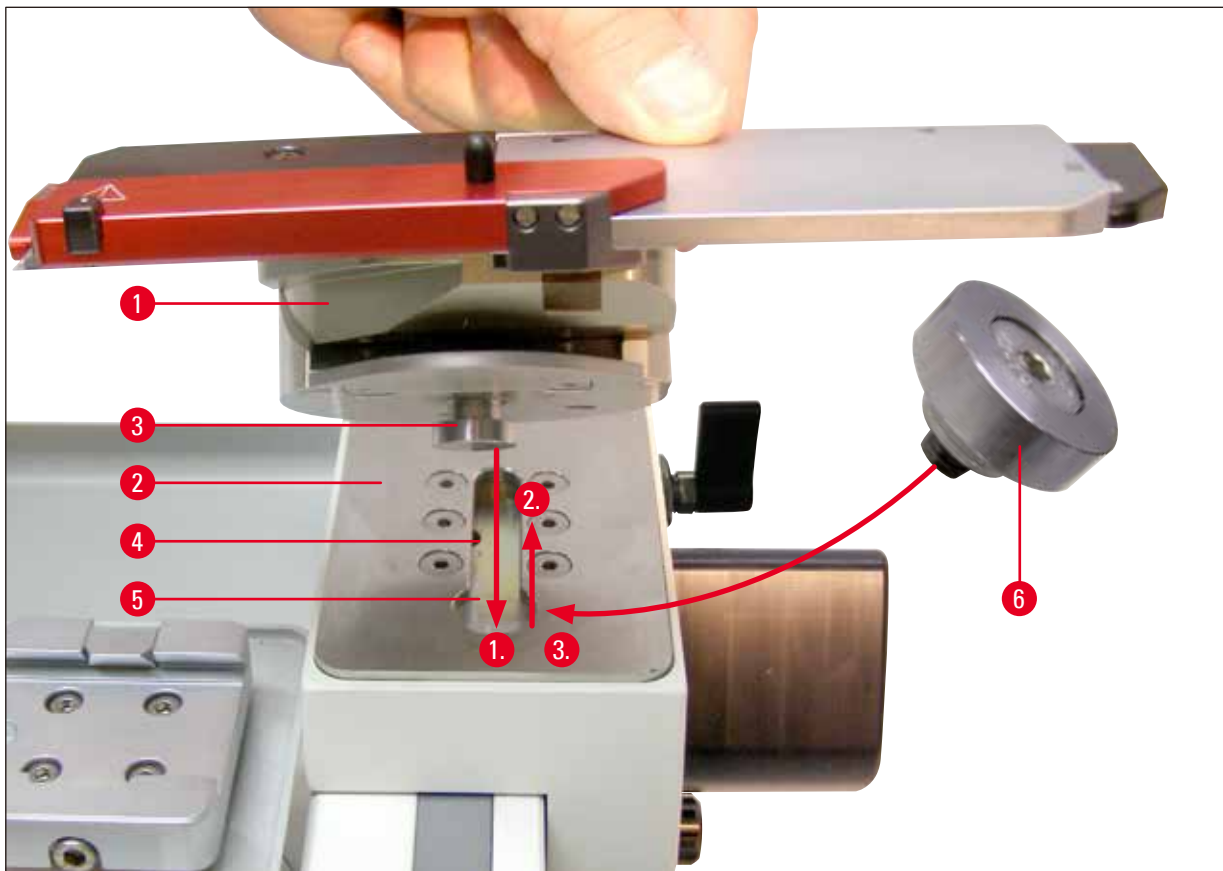
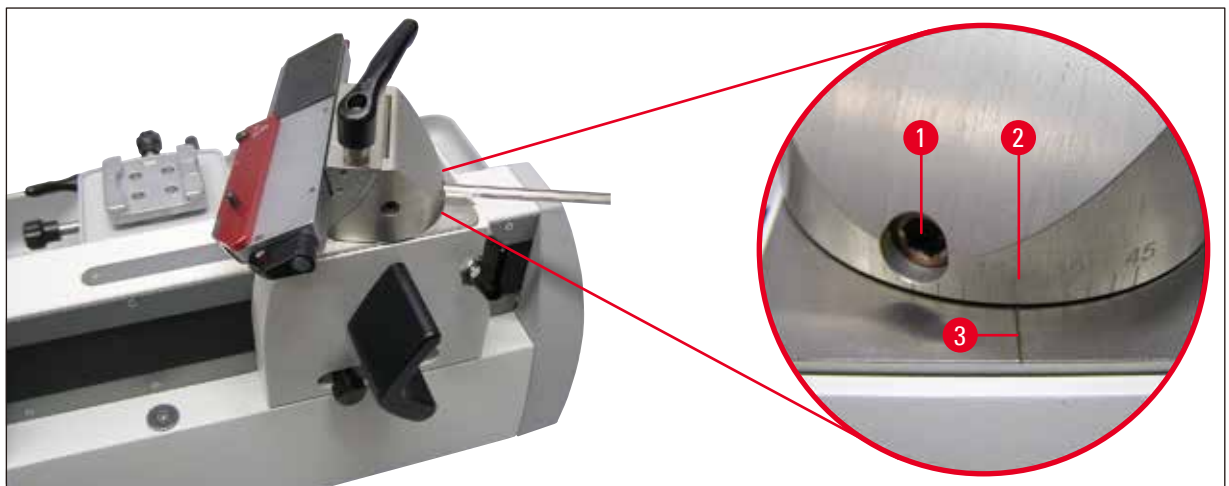

Fig. 17
Fig. 19
- Pour monter le porte-lame sur la plaque à rainures, serrer la vis (→ Fig. 18-2) au dos de l'embase du porte-lame (→ Fig. 17) à l'aide d'une clé pour vis à six pans creux 6 mm (→ Fig. 19).